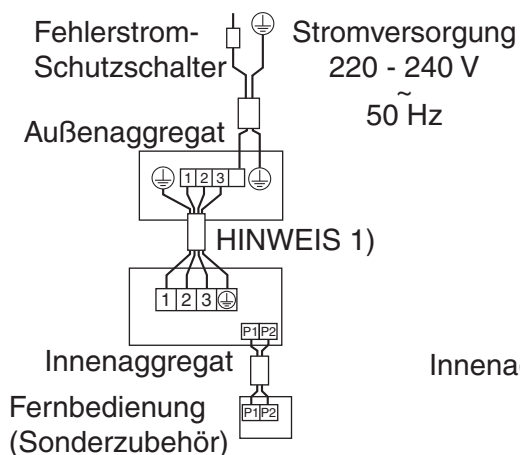

Abb. 40
- **Gepaarte Ausführung:** 1 Fernbedienung steuert 1 Innenaggregat (Standardsystem). (Siehe Abb. 40)